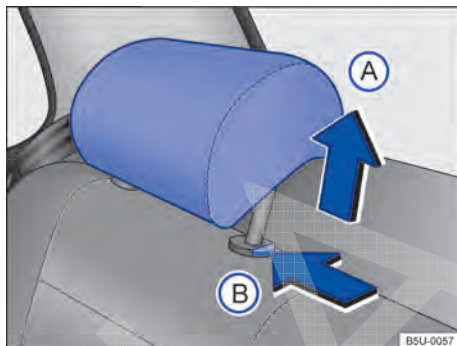

Fig. 39 Ajustar o apoio para cabeça traseiro.
- Empurrar o apoio para cabeça para cima na direção da seta ⇒ Fig. 39 (A) ou com a tecla ⇒ Fig. 39 (B) pressionada, empurrar para baixo ⇒ .